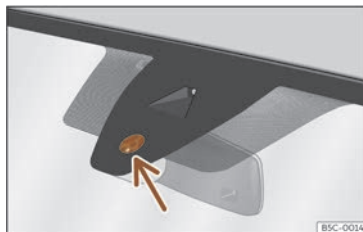

Fig. 110 Surface sensible du détecteur de pluie.
Les possibles causes d'anomalies et d'interprétations erronées *dans la zone de la surface sensible* >>> **fig. 110** du détecteur de pluie peuvent être :
- **Saletés** : la poussière sèche, la cire, le revêtement des glaces (effet lotus) ou les restes de détergent (station de lavage) peuvent réduire l'efficacité du détecteur de pluie, ralentir son temps de réaction ou annuler son fonctionnement. Nettoyez régulièrement la surface sensible du détecteur de pluie >>> **fig. 110** (flèche) et vérifiez l'état des balais.